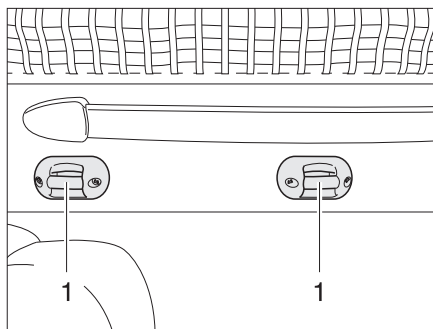

Bild 174 Fästen till stegen
- Fäst stegen med båda byglarna på klämmorna (Bild 174,1) på den höjbara sängen.